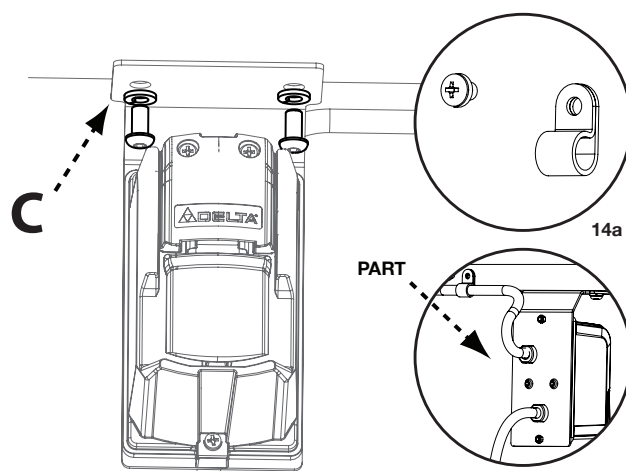

FIGURA 14
1. Sujete el tubo de la guía al perfil frontal usando cuatro (para versiones de 30") o seis (para versiones de 52") tornillos de cabeza hexagonal redondeada 1/4-20 x 1/2" y arandelas de presión de 1/4 pulgadas a través de los orificios (B) en la parte inferior del perfil frontal.
2. Alinee los dos orificios en el soporte de la caja de interruptor con los orificios por debajo del perfil frontal, como se muestra en la Figura 14 (C), que se ubica en el lado izquierdo de la sierra. Sujete la caja de interruptor al perfil frontal usando dos tornillos de cabeza hexagonal redondeada 1/4-20 x 1/2".